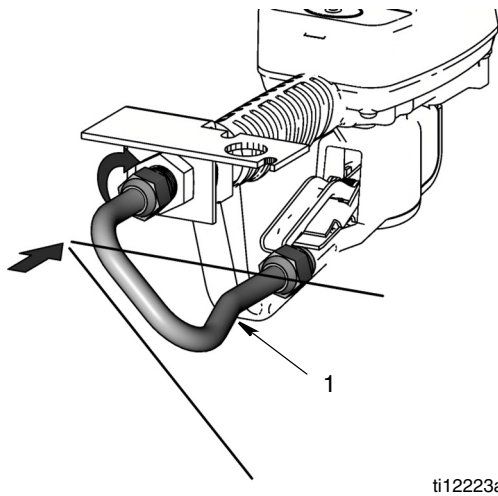

FIG. 10
9. Instale el tubo de entrada de fluido (1) a un ángulo de 45° del medidor, como se muestra en la FIG. 10.